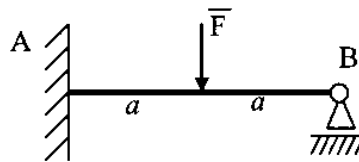

Рис.23
5. Оцените статическую определимость задачи по схеме, приведенной на рис.23.